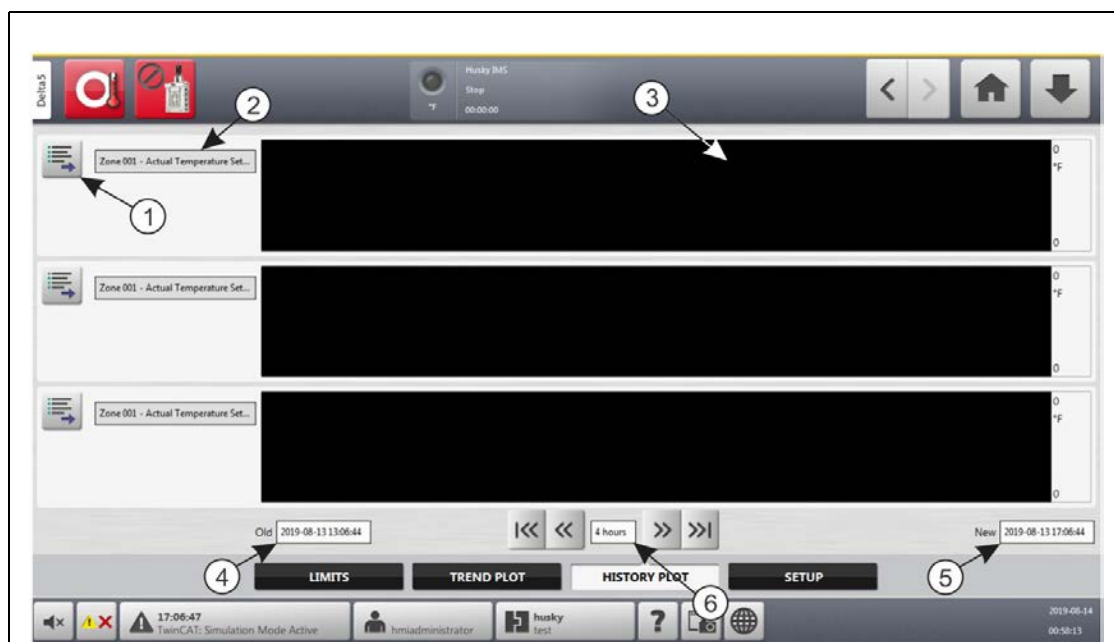

Рисунок 12-3 Графический экран истории
Чтобы увидеть графический экран истории, коснитесь кнопки **Мониторинг процесса** на главном экране, а затем коснитесь вкладки **График истории**. См. Рисунок 12-3.
3. На экране Графика истории коснитесь поля **Период времени**. См. Рисунок 12-3.
Поля Старая и Новая дата и временной диапазон указаны в Рисунок 12-3.
1. На **графическом** экране истории нажмите кнопку **Выбора переменной** зоны или процесса, который необходимо изменить. См. Рисунок 12-3.